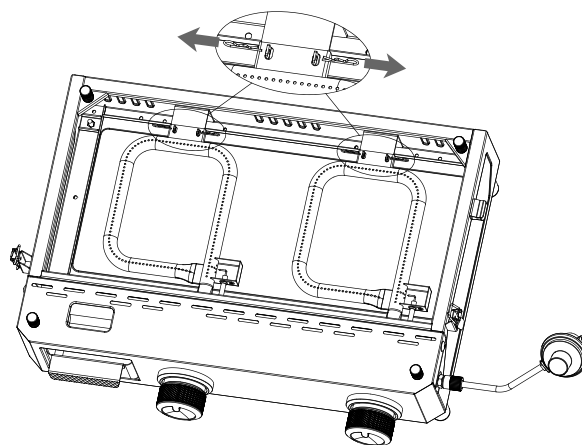

Figura 2
3. Retire los cuatro pasadores de chaveta de los soportes del quemador como se ilustra en la figura 2.